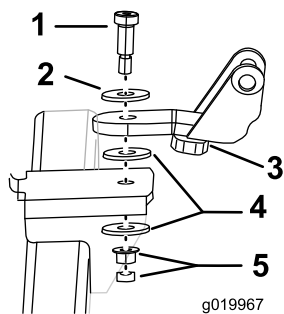

Figura 2
2. Retire e elimine os dispositivos de fixação que prendem o suporte ao acessório (Figura 2). Deite fora o suporte.